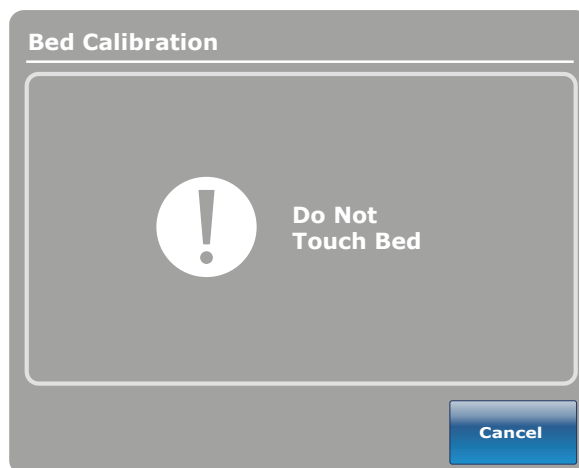

Figura 12: Ecrã "Do Not Touch Bed" (Não tocar na cama)
10. Prima o botão **Next** quando terminar. O ecrã "Do Not Touch Bed" (Não tocar na cama) é apresentado conforme mostrado na Figura 12.